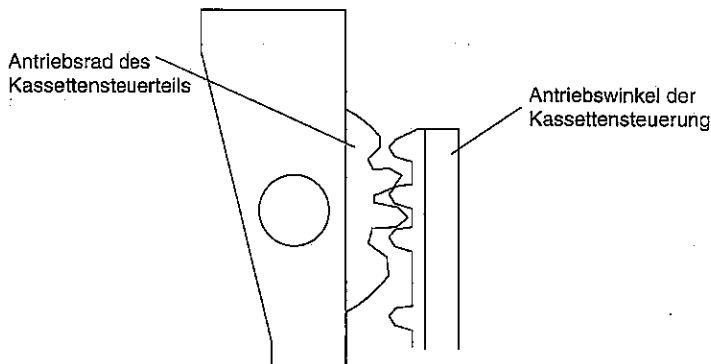

Abbildung 4-2.
1. Vor dem Einbau des Steuerteils einen Kurzschluß zwischen TP5005 und TP5006 herstellen. Beide befinden sich auf der linken Seite der Hauptplatine. Netzstecker anschließen. Das Antriebsrad des Kassettensteuerteils bewegt sich und stoppt genau an dem Punkt, an dem das große Zahnrad im Fenster des Laufwerkchassis erscheint. Zahn 2 des Kassettensteuer-Zahnrades mit Zahn 3 des Antriebswinkels der Kassettensteuerung ausrichten, wie in Abb. 4-2 dargestellt. Damit wird das Kassettensteuerteil in seine korrekte Position auf dem Laufwerkchassis geführt.